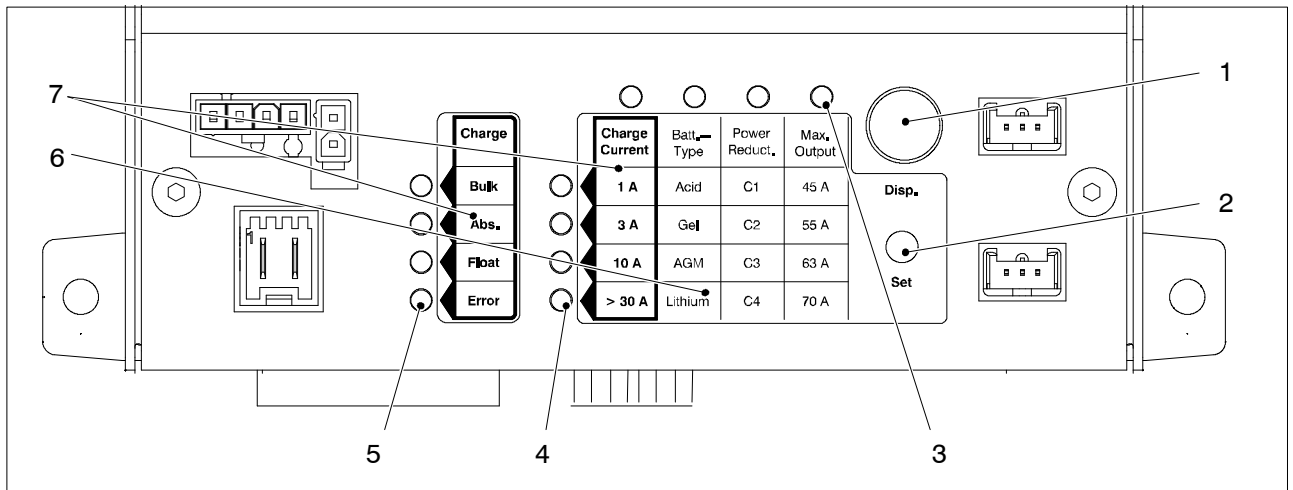

Bild 11 Bedien- und Anzeigefeld für Einstellungen und Anzeige
- Anzeige des momentanen Lade- und Gerätestatus (Bild 11, Pos. 4), Ladezyklus und Ladestrom
- Nach Abfrage Anzeige der aktuellen Einstellungen (Bild 11, Pos. 3) Batterietyp "Batt.-Type", Kennlinie zur Leistungsbegrenzung "Power Reduct." und maximal möglicher Ausgangsstrom "Max. Output"
Die Anzeige der aktuell eingestellten Werte erfolgt über die 4 x 4 Matrix auf der Oberseite des Geräts (Bild 11, Pos. 3). Dabei wird in der oberen LED-Zeile angegeben, um welchen Wert es geht. Die linke LED-Spalte neben der Matrix zeigt an, welcher Wert aktuell eingestellt ist.
- ▶ Taster "Anzeige" (Disp.), Bild 11, Pos. 1, kurz drücken.
- ▶ Taster "Anzeige" (Disp.), Bild 11, Pos. 1, erneut kurz drücken.
- ▶ Innerhalb von 6 s den Taster "Einstellen" (Set), Bild 11, Pos. 2, länger als 3 s drücken.
- ▶ Den Taster "Einstellen" (Set), Bild 11, Pos. 2, so oft drücken, bis die LED des gewünschten Batterietyps blinkt:
- ▶ Den Taster "Einstellen" (Set), Bild 11, Pos. 2 länger als 3 s drücken.
- ▶ Taster "Anzeige" (Disp.), Bild 11, Pos. 1, so oft drücken, bis die LED oberhalb der Spalte "Power Reduct." leuchtet.
- ▶ Den Taster "Einstellen" (Set), Bild 11, Pos. 2, so oft drücken, bis die LED der gewünschten Kurve C1 ... C4 blinkt: